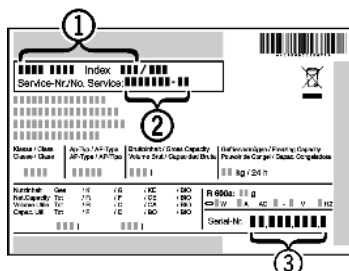

Fig. 31
- ▶ Označení přístroje Fig. 31 (1), servisní číslo Fig. 31 (2) a sériové číslo Fig. 31 (3) naleznete na typovém štítku. Identifikační typový štítek je umístěn na levé vnitřní stěně přístroje.